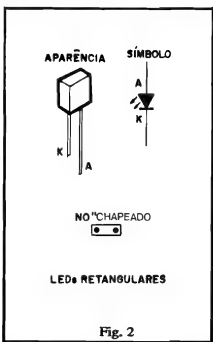

Fig. 2
Antes de entrarmos no detalhamento visual das instruções de montagem, é importante que o Leitor observe a fig. 2, na qual mostramos a especial codificação estilizada, adotada excepcionalmente para representar os LEDs retangulares no "chapeado" do COGIBA. No desenho vemos a aparência, o símbolo (com identificação de terminais) e a estilização, devendo o Leitor notar que nesta, o terminal de **catodo** (K) é referenciado por um traço "extra" junto à respectiva lateral menor do retângulo representativo...